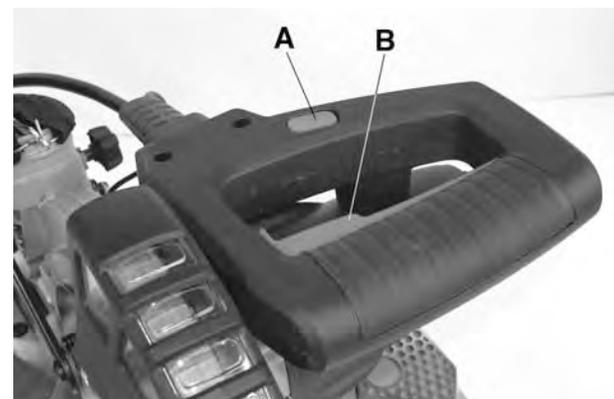

Figure 10
Le système de guide à laser est contrôlé par l'interrupteur (A) Fig.10 et fonctionnera seulement lorsque le cordon d'alimentation est branché à une source de courant.
4. Démarrez le moteur de la scie en appuyant sur la grande gâchette (B) Fig.10.
7. Tenez la poignée fermement et appuyez sur la gâchette (B) Fig.10. Laissez la lame atteindre sa vitesse maximale.
8. Tenez la poignée fermement et appuyez sur la gâchette (B) Fig.10. Laissez la lame atteindre sa vitesse maximale.